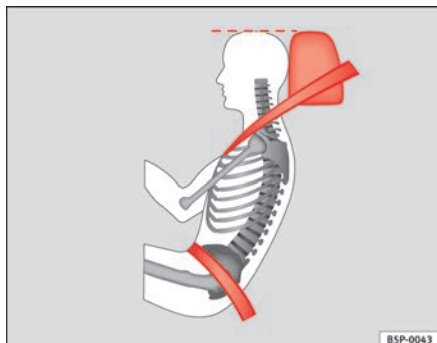

Fig. 14 Banda del cinturón y apoyacabezas ajustados correctamente, vistos lateralmente
- La banda abdominal del cinturón de seguridad deberá pasar por la región pélvica, pero nunca por encima del abdomen. El cinturón de seguridad debe quedar plano y bien ceñido a la pelvis ⇒ **fig. 14**. En caso necesario habrá que tirar un poco de la banda.